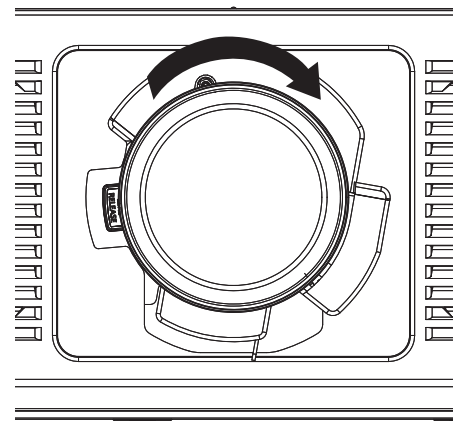

Abb. 3
- 3) Drehen Sie das Projektionsobjektiv im Uhrzeigersinn, bis es klickt. (Abb. 3)